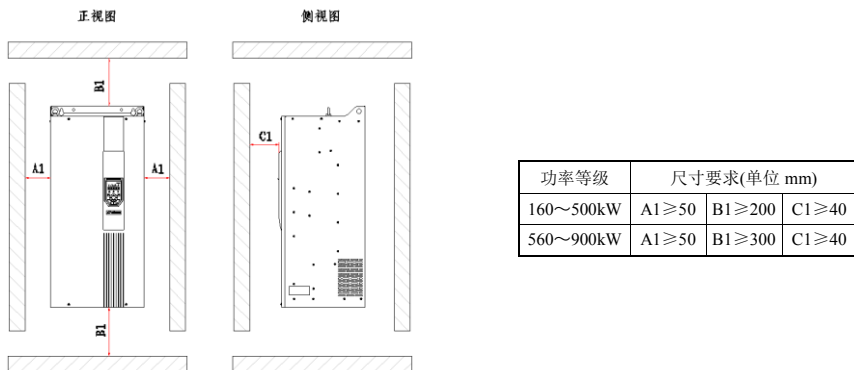

图 3-2 单台机器(Hope 400S160T4~Hope 400S900T4)安装间隔
- 安装空间要求如图 3-2 所示，需保证软起装置有足够的散热空间，预留空间时请考虑柜内其它器件的散热情况；